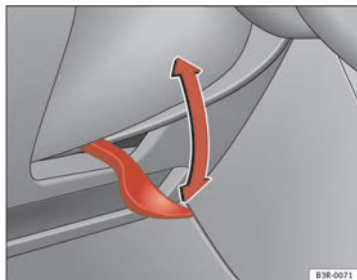

Fig. 145 Leva sotto il piantone dello sterzo
- Abbassare la leva ⇒ fig. 145 ⇒ ⚠.